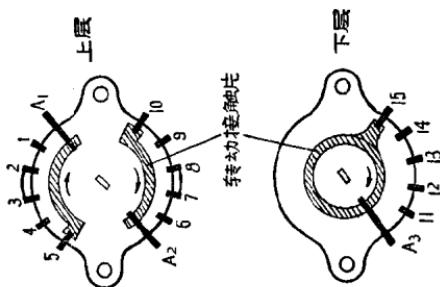

图 1.6
1. 双层式三刀五掷分线开关分解图见图 1.6*（图中位置指放在测直流电流档），上层二刀五掷、下层一刀五掷。